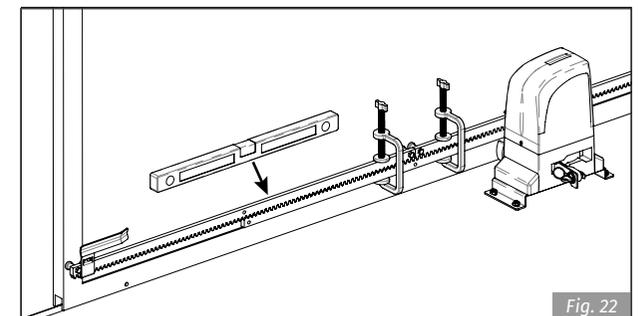

Fig. 22
- 6 • Recostar y/o apoyar otro elemento de cremallera al anterior, utilizando un pedazo adicional de cremallera para sincronizar los dientes de los dos elementos (Fig. 22)